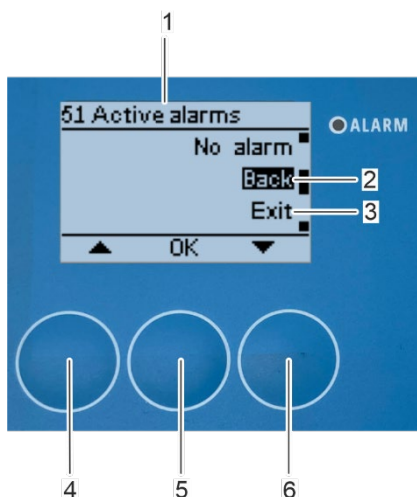
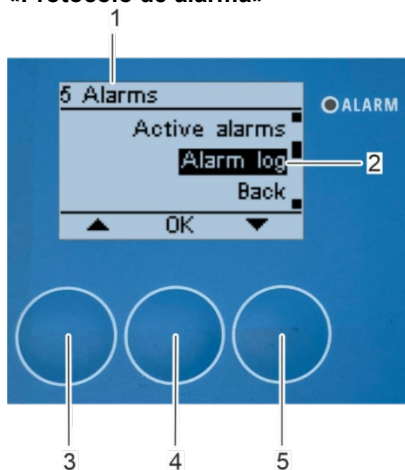
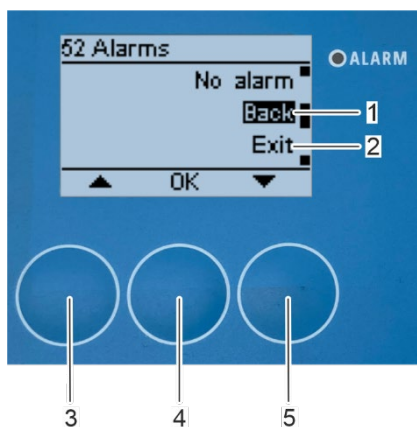

Figura185: Salir del submenú «51 Alarma activa»
Figura 186: Abrir el submenú «Protocolo de alarma»
Figura 188: Salir del submenú «52 Alarma»
3. Seleccione [Atrás] (Figura185/2) para volver al submenú «5 Alarma» (Figura 186/1) o [Detener] (Figura185/3) para salir del menú y volver a la pantalla de inicio utilizando los botones de flecha [arriba] (Figura185/4) y [abajo] (Figura185/6).
4. Confirme la selección pulsando [Aceptar] (Figura185/5).
1. Seleccione el submenú «Protocolo de alarma» (Figura 186/2) mediante los botones de flecha [arriba] (Figura 186/3) y [abajo] (Figura 186/5).
2. Confirme la selección pulsando [Aceptar] (Figura 186/4).
3. Seleccione [Atrás] (Figura 188/1) para volver al submenú «5 Alarma» (Figura 186/1) o [Detener] (Figura 188/2) para salir del menú y volver a la pantalla de inicio utilizando los botones de flecha [arriba] (Figura 188/3) y [abajo] (Figura 188/5).
4. Confirme la selección pulsando [Aceptar] (Figura 188/4).